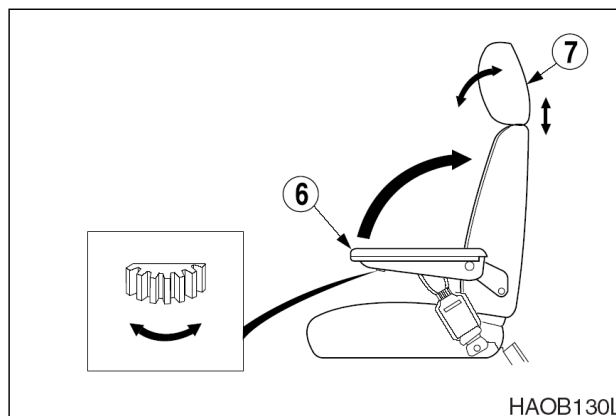

Рис. 101
6. РЕГУЛИРОВКА УГЛА РАСПОЛОЖЕНИЯ ПОДЛОКОТНИКА (рис. 101)
Регулировка угла левого и правого подлокотников производится поворотом колеса (6, рис. 101), расположенного в основании подлокотника. При регулировании угла, рукой поднять подлокотник, до поворота колеса.
7. ПОДГОЛОВНИК (РИС. 101)
Подголовник (7, рис. 101) можно регулировать вперед/назад и вверх/вниз. Двигать, держа за две стороны.